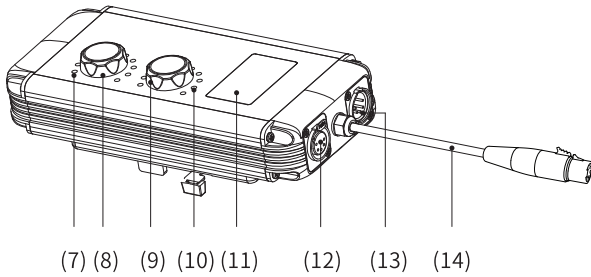
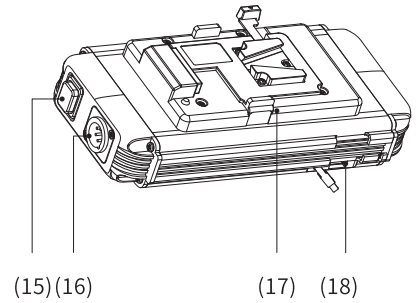

图4 控制盒
图5控制盒
灯具根据使用需求安装完成后,将控制盒输出线(图4 ⑭所示)与灯体输入连接线(图3 ③所示)可靠连接,打开电源开关(图5 ⑮),设置好预期灯光参数,即可正常使用。
通过旋转色温/亮度调节旋钮(图4 ⑧/⑨)即可完成色温及亮度参数设置,色温及亮度参数范围如下:
长按色温调节旋钮(图4 ⑧)约2s,即可完成DMX通信模式(图6)或Group分组控制模式(图9)切换。
长按亮度调节旋钮(图4 ⑨)约2s进入DMX地址设置界面(图8),通过亮度调节旋钮(图4 ⑨)设置DMX地址参数,DMX通信地址设置范围:001-512。
- 旋转亮度调节旋钮(图4 ⑨)设置当前位;
- 按压亮度调节旋钮(图4 ⑨)确定当前位的设置并进入下一位的设置;
长按亮度调节旋钮(图4 ⑨)约2s进入Group组别参数设置界面(图11),通过亮度调节旋钮(图4 ⑨)设置Group组别参数,Group组别参数设置范围:1-8,停止操作后等待约5s或按压亮度调节旋钮退出Group组别参数设置界面。
USB接口(图5 ⑱)为预留接口,请根据本公司相关产品的指定环境使用,不可用于其他用途,以免造成损失。